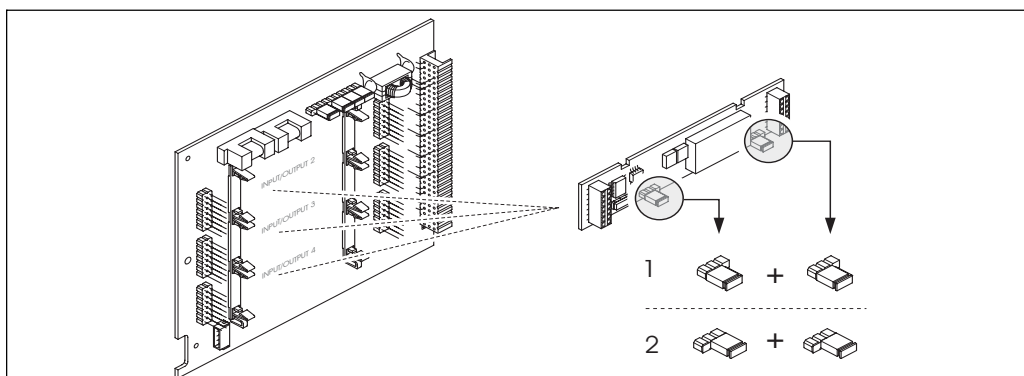
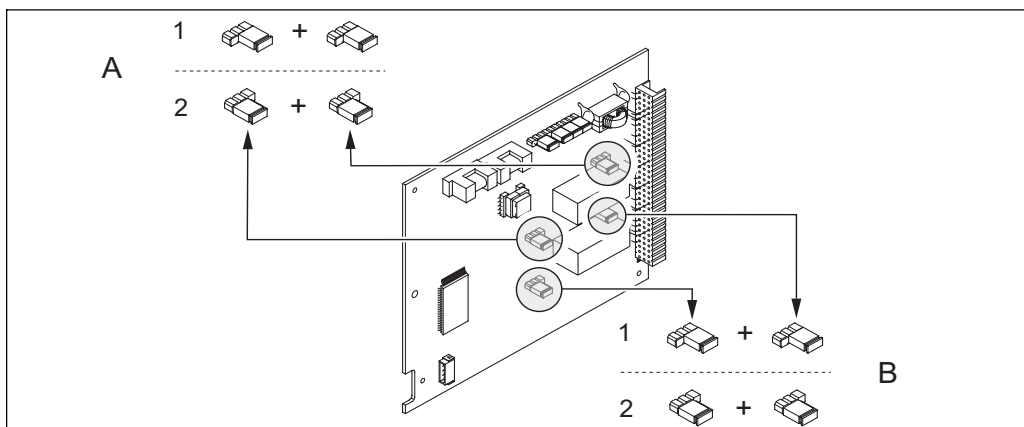

Fig. 36: Configuración de los contactos de relé (NC / NA) en la tarjeta E/S de asignación flexible (submódulo).
Fig. 37: Configuración de los contactos de relé (NC / NA) en la tarjeta E/S fija. A = relé 1; B = relé 2
3. Coloque los puentes de conexión → Fig. 36 o bien → Fig. 37